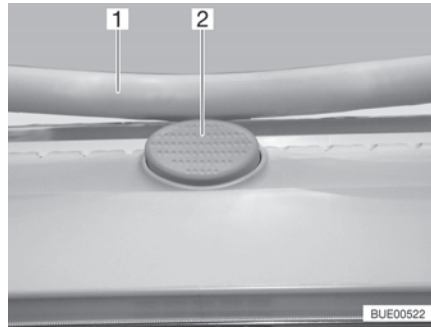

Fig. 19 Bouton de sécurité (lanterneau Heki)
- Appuyer sur le bouton de sécurité (Fig. 19,2) et tirer l'étrier (Fig. 19,1) vers le bas avec les deux mains.
- Pousser l'étrier vers le haut avec les deux mains jusqu'à ce que ce dernier se trouve au-dessus du bouton de sécurité (Fig. 19,2).